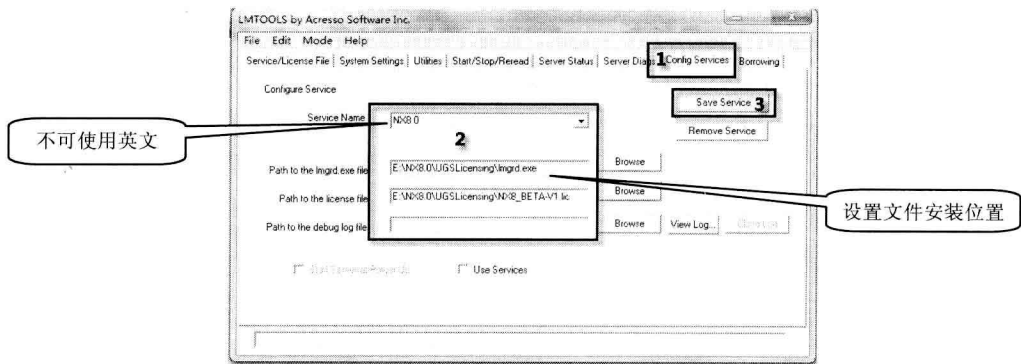

图 1-5 设置服务启动项
**Step 05** 设置服务启动项，如图 1-5 所示。